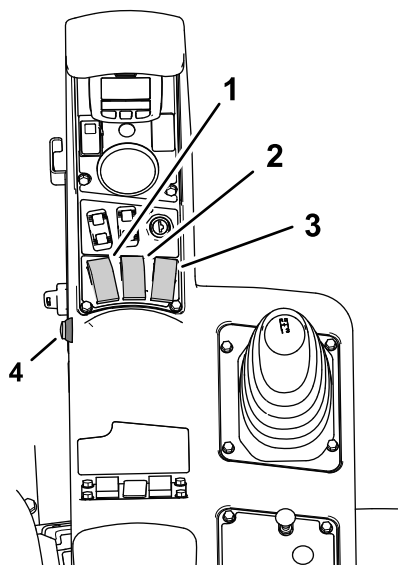
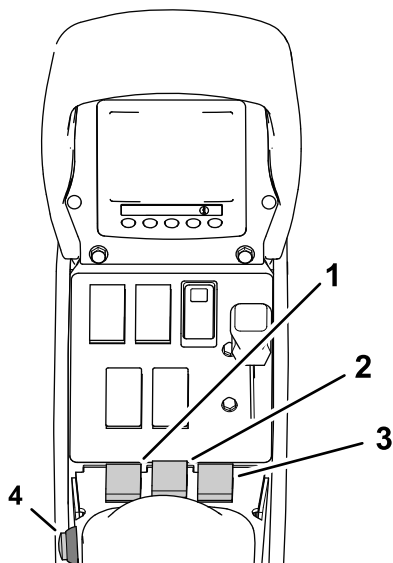

Figura 162
Figura 163
9. Coloque os três interruptores de secção (dispostos na consola de comando da máquina) na posição LIGAR (Figura 162 e Figura 163).